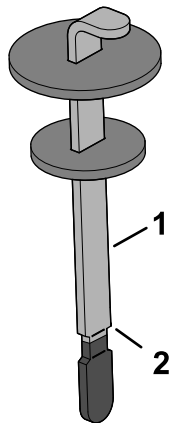

**Figura 179**
3. Limpie la zona alrededor del cuello de llenado y el tapón del depósito hidráulico (Figura 179). Retire el tapón del cuello de llenado.